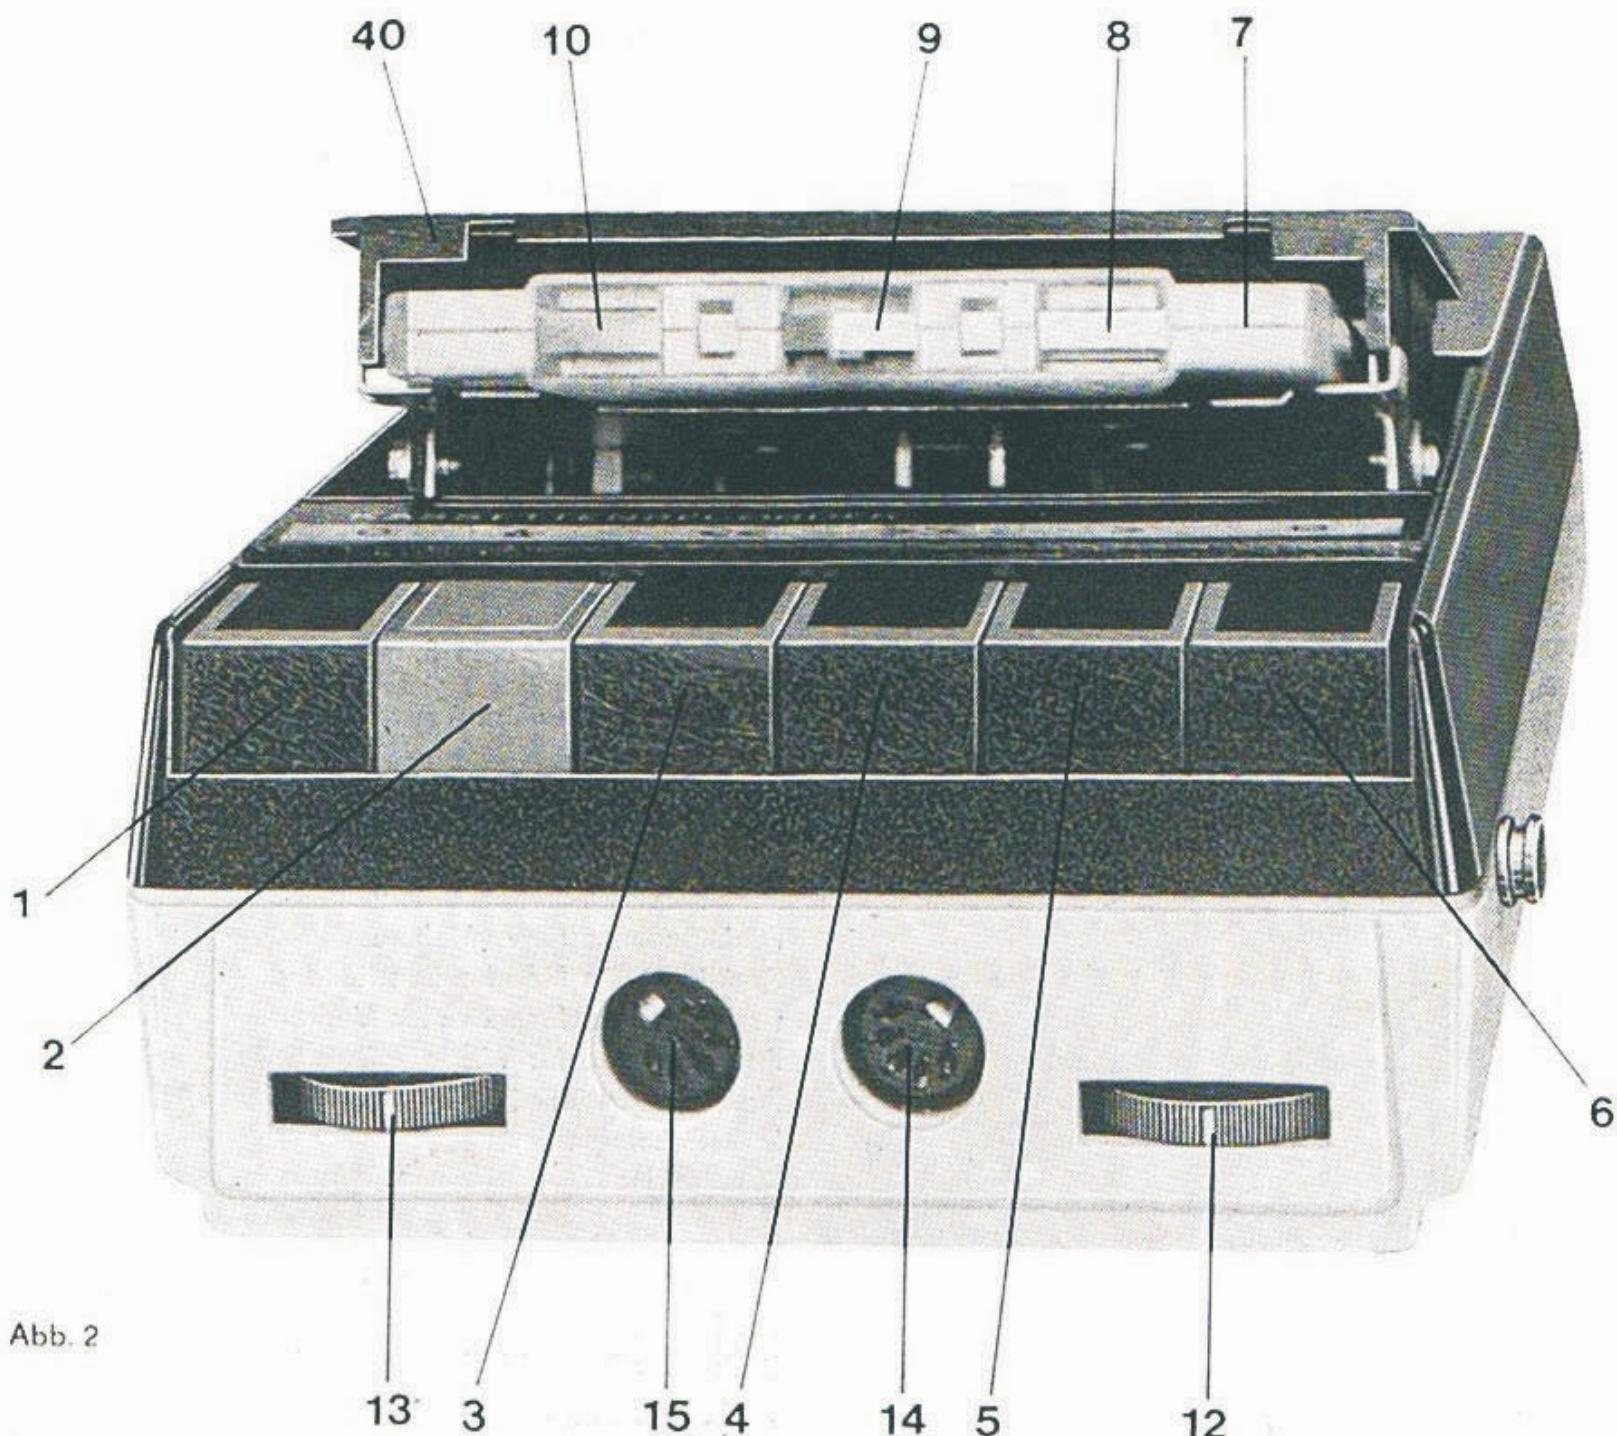

Abb. 2
Durch Drücken der Taste für Kassettenauswurf (1) wird der Kassettenraum geöffnet. Eine bespielte oder zu bespielende Kassette (7) wird wie in Abb. 2 dargestellt, von Hand in den geöffneten Kassettenraum bis auf Anschlag eingeschoben und durch anschließendes Niederdrücken der Kassettenauswurfeinrichtung bis zum Einrasten die Funktionsstellung der Kassette hergestellt.
Durch Drücken der Taste für Kassettenauswurf (1) wird jede andere geschaltete Taste in ihre Ruhelage gebracht und der Kassettenraum geöffnet. Die sich in ihm befindende Kassette wird gleichzeitig herausgeschoben, so daß sie bequem gegriffen werden kann. Ein erneutes Einlegen oder Wenden der Kassette erfolgt wieder nach Abb. 2.